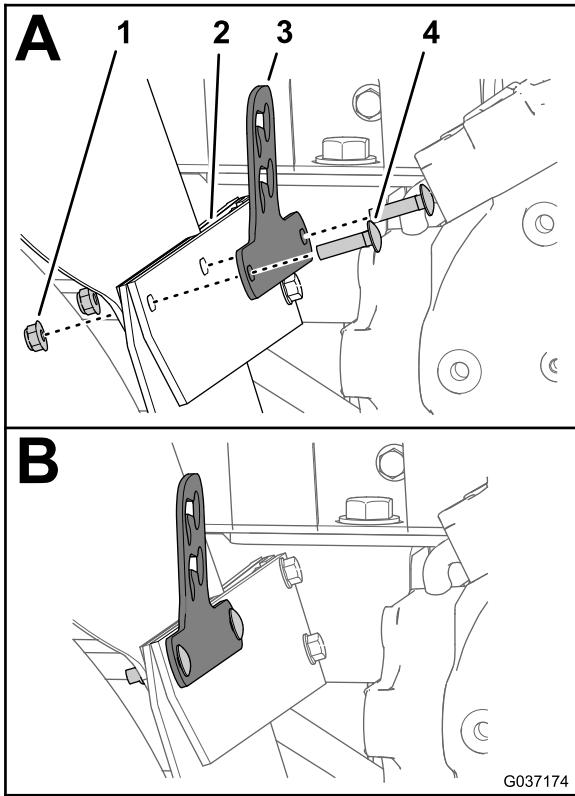

图12
3. 使用 2 个托架螺栓5/16 x 1-1/4 英寸和 2 个凸缘锁紧螺母5/16 英寸安装阀门支架、挡泥板固定联结板、挡泥胶皮和挡泥板 **图12**。